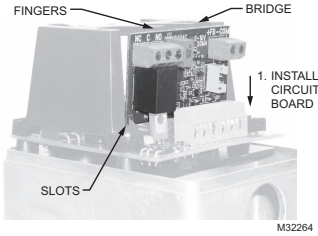

Fig. 1. Installation of auxiliary board.
2. Slide the auxiliary board into the two slots at the bottom of the bridge. Push back and snap the board into the fingers. (See Fig. 1)
2. Glisser la carte auxiliaire dans les deux fentes au bas du pont. Tirer vers l'arrière et enclencher la carte dans les doigts. (voir Fig. 1)
2. Deslice la placa auxiliar por las dos ranuras en la parte inferior del puente. Empuje la placa hacia atrás y encájela en los linguetes. (Ver Fig. 1)